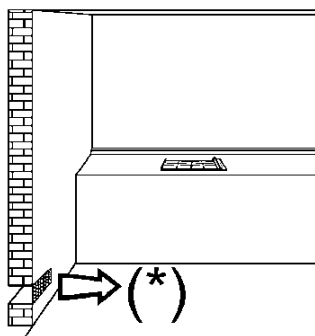
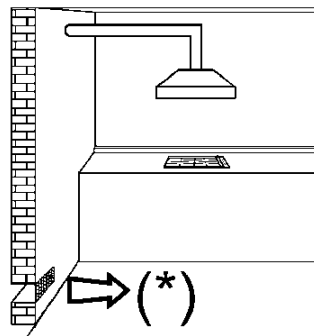
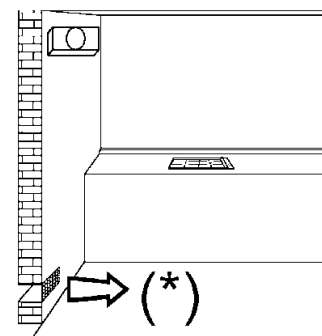

FIG. 3
FIG. 4
FIG. 5
- el uso de un aparato de cocción a gas produce calor y humedad en el local donde ha sido instalado. En consecuencia, es necesario garantizar una buena ventilación del local manteniendo libres de obstáculos las ranuras de ventilación natural (fig. 3) y activando un dispositivo mecánico de ventilación (campana de aspiración o electroventilador fig. 4 y fig. 5).
Para garantizar el correcto funcionamiento del aparato, es indispensable que el local en el que se instala esté ventilado permanentemente. La cantidad de aire necesaria es la que requiere la combustión normal del gas y la ventilación del local, cuyo volumen no podrá ser inferior a 20 m3. El flujo natural del aire debe tener lugar por vía directa a través de aberturas permanentes, efectuadas en las paredes del local que se desea ventilar. Dichas aberturas deben dar al exterior y tener una sección mínima de 100 cm2 (ver fig. 3). Deben realizarse de modo que no puedan quedar obstruidas.
Los aparatos de cocción a gas deben descargar siempre los productos de la combustión por medio de campanas conectadas a chimeneas, a tubos de humos o directamente al exterior (ver fig. 4). En caso de que no sea posible aplicar la chimenea y siempre que se respeten totalmente las disposiciones relativas a la ventilación mencionadas en las normas vigentes, está permitido utilizar un ventilador instalado sobre una ventana o sobre una pared que dé al exterior, el cual deberá encenderse al mismo tiempo que el aparato (ver fig. 5).